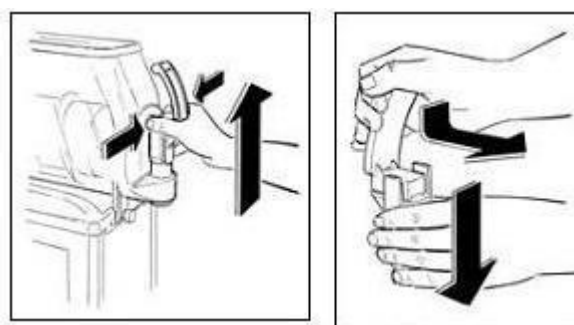

Fig. 15
- Smontare il rubinetto dalla vasca premendo contemporaneamente sulle due alette di blocco e sollevarlo in modo da estrarlo dalla propria sede (fig.15).
- Scomporre il rubinetto in tutti i suoi componenti tenendo premuto verso il basso il corpo e sfilando la leva dalla propria sede (fig.15).